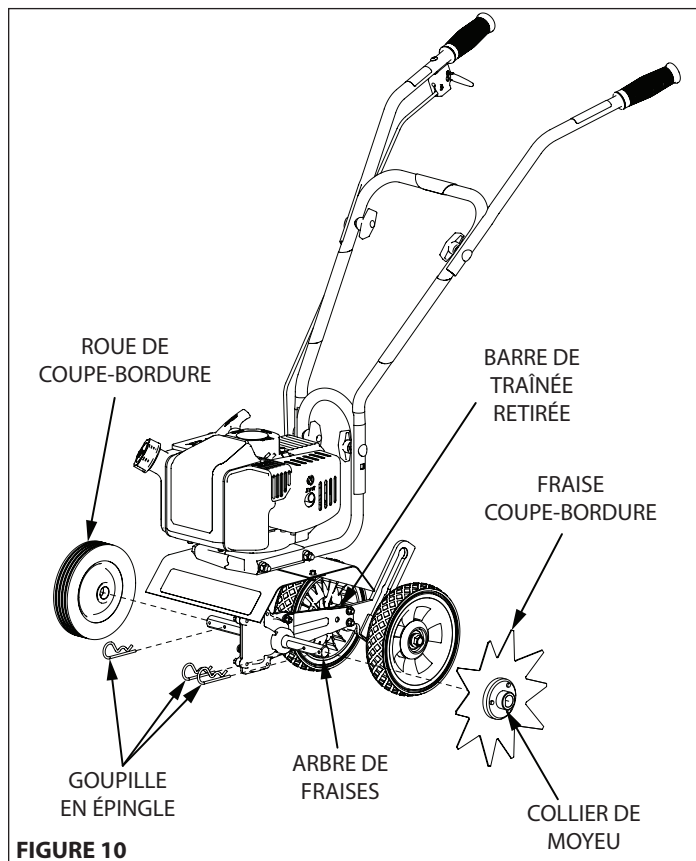

FIGURE 10
5. Ranger les fraises et conserver les deux (2) goupilles en épingle, elle sont utilisées avec le coupe-bordure.
6. Enfiler la fraise coupe-bordure sur un côté ou sur l'autre de l'arbre de fraises. S'assurer que le collier de moyeu de la fraise coupe-bordure soit vers l'extérieur, du côté opposé au réducteur. **VOIR FIGURE 10**
7. Enfiler les deux (2) goupilles en épingle conservées à l'étape 4 dans les trous intérieur et extérieur de l'arbre de fraises de part et d'autre de la fraise coupe-bordure pour la tenir en place sur l'arbre. **VOIR FIGURE 10**
9. Enfiler la goupille en épingle restante, celle fournie avec le nécessaire, dans le trou intérieur pour attacher la roue. **VOIR FIGURE 10**